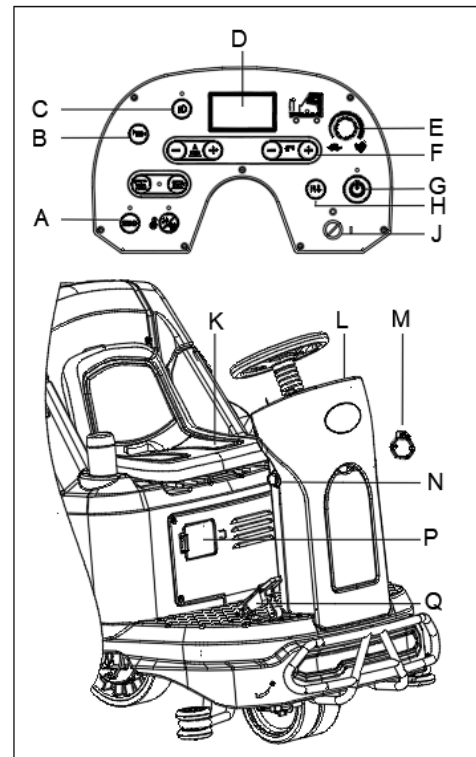

Abb. 13
2. Setzen Sie sich auf den Sitz (K, Abbildung 13), stecken Sie den Zündschlüssel (J, Abbildung 13) ein und drehen Sie ihn auf „I“. Prüfen Sie den Status der Akkus am Displaybildschirm. Laden Sie die Akkus ggf. vollständig auf (siehe dazu das Verfahren im Kapitel Wartung).
Die Vorwärts-/Rückwärtsfahrrichtung kann mit dem Schalter gesteuert werden (H, Abbildung 13). Die Fahrgeschwindigkeit kann mit dem Regler (E, Abbildung 13) eingestellt werden.
4. Drücken Sie die Sofortstart-Taste (G, Abbildung 13), um die Maschine zu starten, die Saugleiste und die Bürsten senken sich automatisch auf den Boden ab und der Saugmotor beginnt zu arbeiten.
5. Drücken Sie die Steuertasten für die Reinigungslösung (F, Abbildung 13) entsprechend der Art der durchzuführenden Reinigung.
6. Drücken Sie das Beschleunigungspedal (Q, Abbildung 13) und beginnen Sie mit der Reinigung.
7. Sie können Ihr Telefon oder Pad über den USB-Ladeanschluss (M, Abbildung 13) aufladen, wenn der Zündschlüssel (J, Abbildung 13) auf „I“ gestellt ist.
8. Drücken Sie die Hupentaste (B, Abbildung 13), um Personen bei Bedarf zu warnen.
9. Drücken Sie bei Bedarf die Not-Aus-Taste (N, Abbildung 13) für einen Maschinen-Not-Stopp.
10. Falls erforderlich, drücken Sie die Taste für die Vorderleuchten (C, Abbildung 13) in dunklen Bereichen oder um Fußgänger zu warnen.
11. Falls erforderlich, stellen Sie den Sitz (K, Abbildung 13) ein, indem Sie den Griff auf der rechten Seite des Sitzes nach rechts drehen und den Sitz in die richtige Position schieben.
Der Bürstenmotor, Saugmotor, Antriebsmotor und die Steuerschaltung sind durch einen Überlastschutz geschützt (P, Abbildung 13). Wird der Überlastschutz ausgelöst, setzen Sie ihn nicht zurück, ohne die Ursache herauszufinden, und vergewissern Sie sich, dass der Motor abgekühlt ist, bevor Sie diesen zurücksetzen.
12. Lassen Sie das Beschleunigungspedal (Q, Abbildung 13) los, stoppt die Maschine den Betrieb.
13. Drücken Sie die Sofortstart-Taste (G, Abbildung 13), um die Bürsten und den Saugmotor zu stoppen. Die Bürsten und Saugleiste heben sich automatisch vom Fußboden ab. Das Saugsystem schaltet sich nach wenigen Sekunden ab.